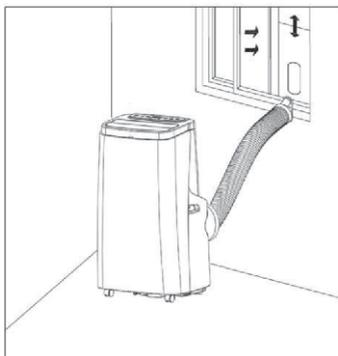

Figur 4
1. Flyt aircon ditionenheden med installeret varmerør og fittings hen foran vinduet. Afstanden mellem huset og væggene eller andre genstande skal være mindst 50 cm (som vist i figur 4).